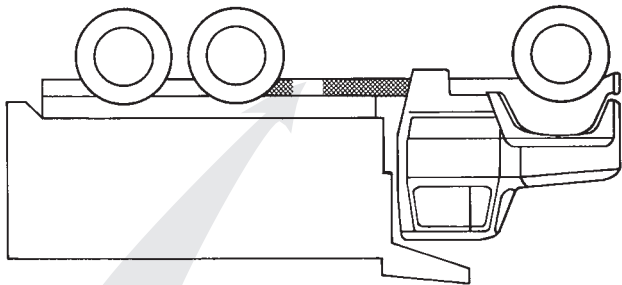

Figura 1
Hay dos (2) etiquetas que miden aproximadamente 4" x 8" que deben colocarse en la parte exterior del larguero del chasis del vehículo, lo que las hace fáciles de ver para cualquiera que pueda dirigirse debajo del camión o cerca de la PTO. Se colocará una etiqueta a cada lado del vehículo. Vea la Figura 1.